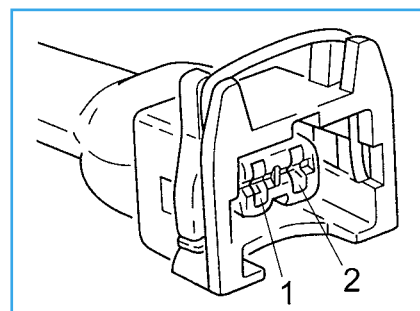

Fig. 3 Connettore EUV
Avvertenza: La polarità del connettore dei vari veicoli è diversa. L'alimentazione di tensione è applicata al contatto 1 o 2, fig. 3. L'altro contatto è per il comando a massa.
- Secondo veicolo, controllare la tensione al contatto 1 o 2 del connettore, fig. 3 e massa.